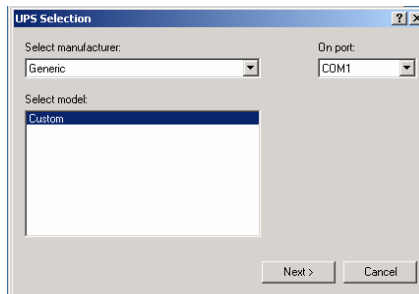

Abbildung 15 Das Fenster USV-Auswahl
11. Klicken Sie im Abschnitt Details auf **Auswählen...** Das Fenster USV-Auswahl wird angezeigt. Siehe Abbildung 15